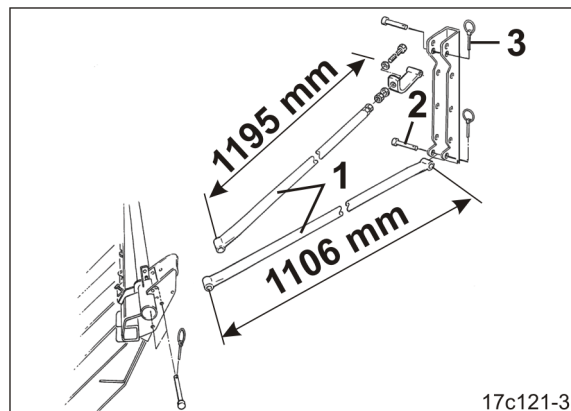

Fig. 59
2. Halterohre (Fig. 59/1) mit Bolzen (Fig. 59/2) an den Halterungen abstecken und mit Klappteckern (Fig. 59/3) sichern.